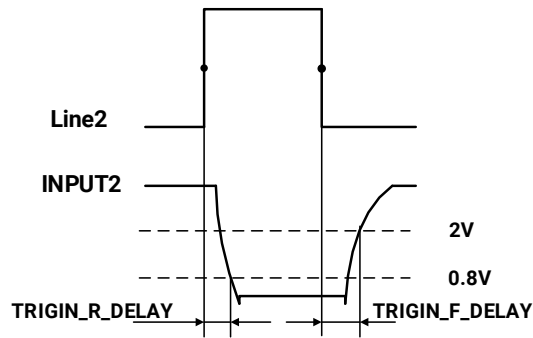

图 7-9 Line2 配置为输入引脚时电路延时参数
- 输入上升沿延时：<2 μ s (0 $^{\circ}$ C~45 $^{\circ}$ C)，参数说明见图 7-9
- 输入下降沿延时: $<2\mu\text{s}$ ($0^{\circ}\text{C}\sim 45^{\circ}\text{C}$), 参数说明见图 7-9